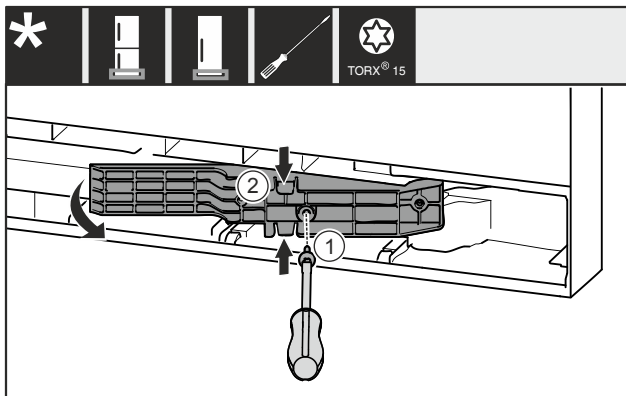

Fig. 19 \*
- Schraube Fig. 19 (1) entfernen.\*
- Adapterstück Fig. 19 (2) oben und unten leicht zusammendrücken und herausziehen.\*